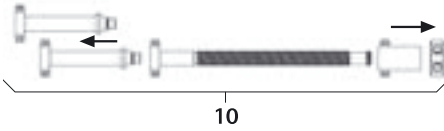

Fig. 5
- Démontage du distracteur à broche 10, voir Fig. 5.